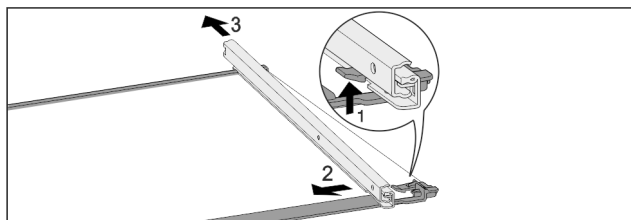

Fig. 44 Скляна пластина з рейками
- ▶ Натиснути передній гачок-фіксатор вгору. Fig. 44 (1)
- ▶ Виштовхнути виїзну рейку в сторону Fig. 44 (2) та назад Fig. 44 (3).